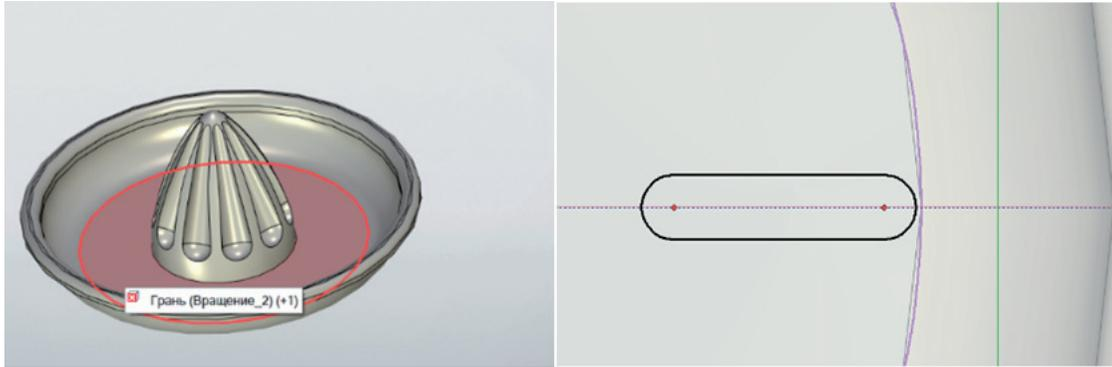

Рис. 22. Создание эскиза паза
2.10. Выберем инструмент *Паз* из группы *Эскиз* и создадим фигуру с радиусом 2,5 мм, длиной 19 мм и шириной 5 мм (рис. 22).